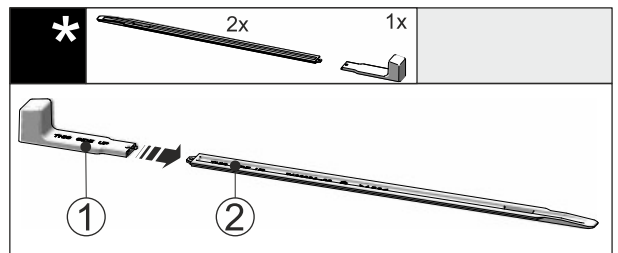

Fig. 43
- ▶ Nasuňte montážnu rukoväť Fig. 43 (1) na nivelačnú koľajničku Fig. 43 (2).